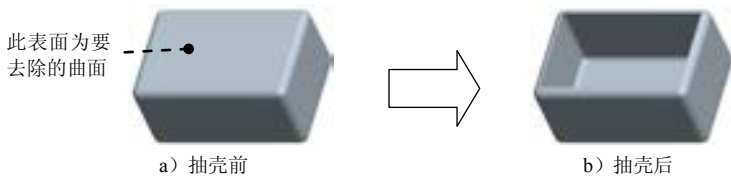

图 5.17.3 有相切的面也可以抽壳
- 在 Pro/ENGINEER 野火版 3.0 或者以前更早的版本中，有一种特例，如果将要去除的表面与相邻曲面相切，就不能选择它。例如，有圆角的表面就不能选择被去除，这种情况下的解决办法是先抽壳后圆角。但是从 Pro/ENGINEER 野火版 4.0 开始，就可以解决这种问题了，即使有相切的面也可以抽壳（图 5.17.3）。